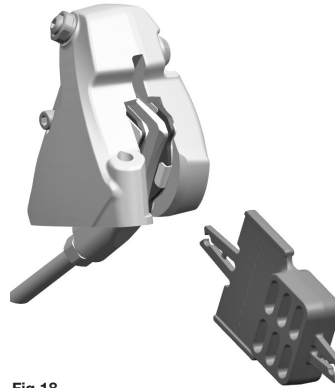
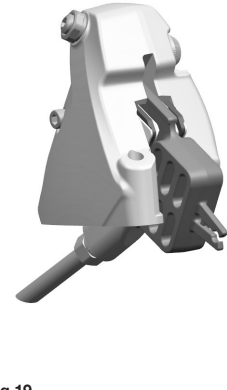

Fig.18
Fig.19
• Si tuviera que desmontar las ruedas de la bicicleta, asegúrese de introducir la herramienta para el transporte (Fig. 18 / Fig. 19) que, en caso de accionamiento accidental de las manetas de freno, impide que se acerquen las pastillas del freno y, por tanto, que se introduzca el disco.